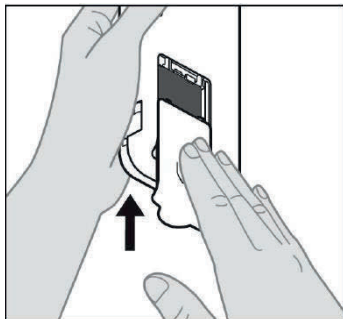

Figure B1
5. Faites glisser le couvercle du compartiment de la batterie sur la pompe (voir *Figure B1*).